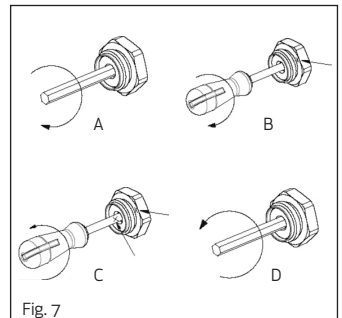

Fig. 7
3. Folositi un inbus de 5 mm (Fig. 7-A) sa strangeti surubul mare de reglare;
4. Insurubati surubul mic la maxim. Marcati punctul de referinta a reglajului cu un 'x' (Fig. 7-B);
5. Aliniati surubelnita cu un 'x'. Acum deschideti cu numarul corect de rotatii (Fig. 7-C) conform diagramei  $\Delta D_p-Q$  (grafic M2) in raport cu by-pass-ul secundar disponibil anexat (AVERTIZARE: numarul de rotatii se refera la numarul de rotatii a surubului micrometric!);
6. Acum deschideti la maxim surubul mare (Fig. 7-D). Pre setarile au fost facute, si nu se vor schimba cand se deschide si inchide in mod repetat cu un inbus;